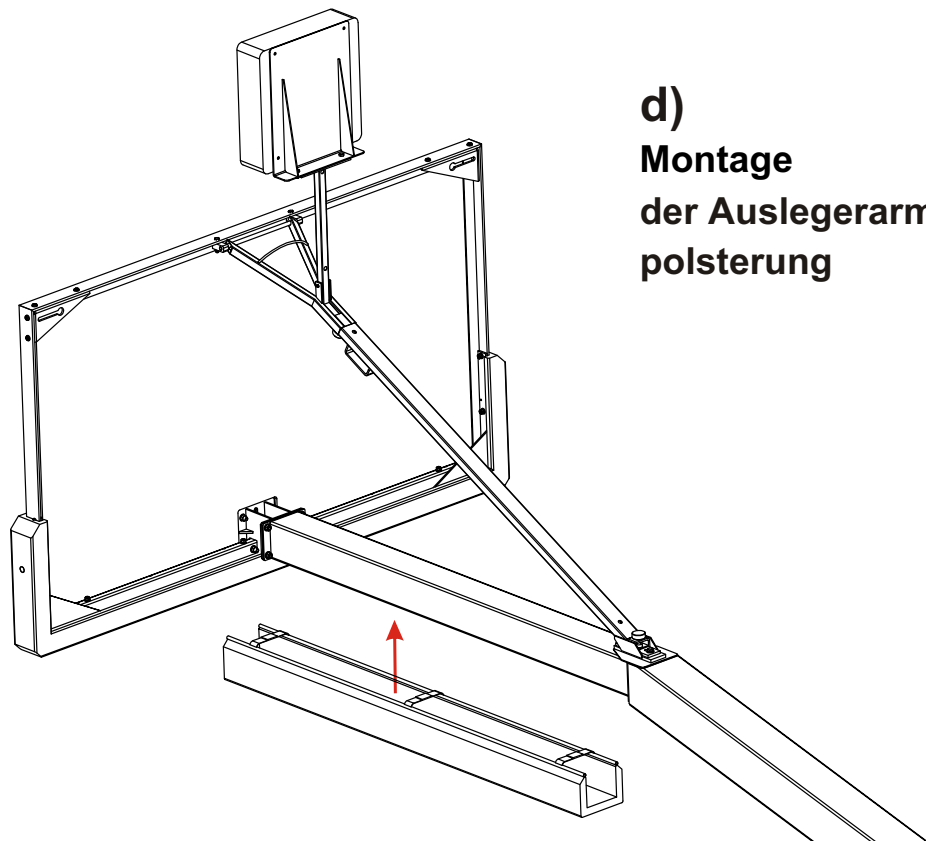
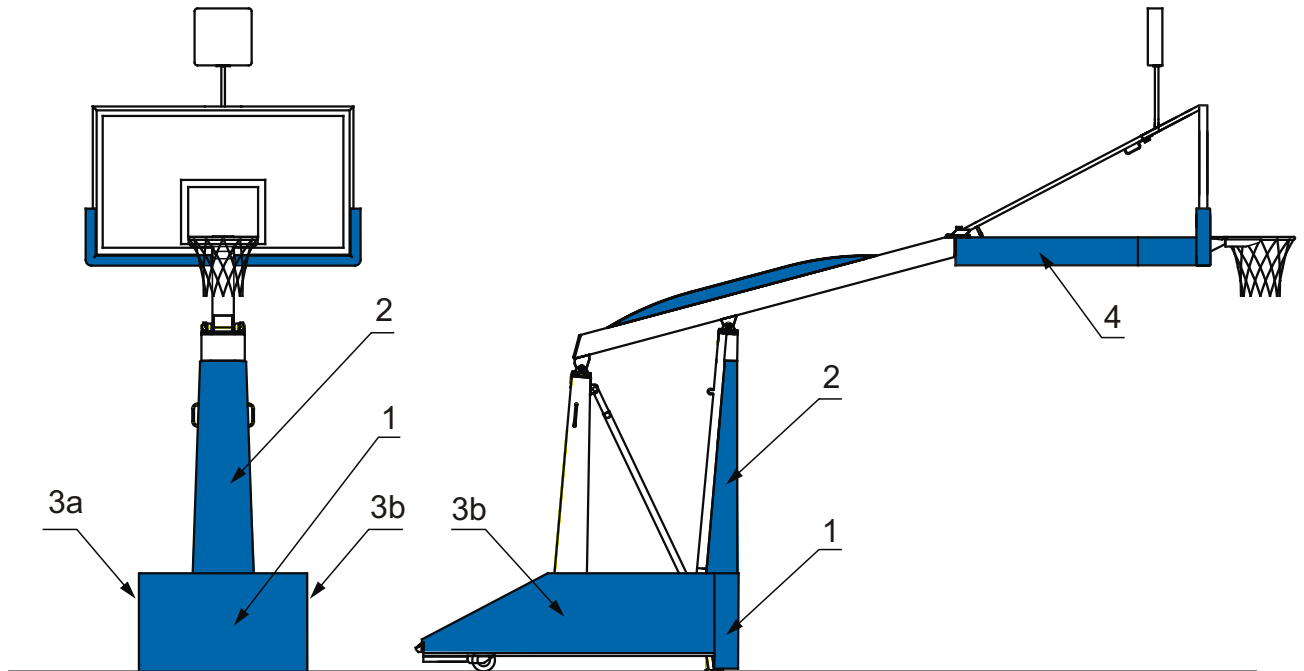

Abb. 4
Abb. 8
- 3.2. Stecken Sie die Bolzen (Abb. 5) in die Hülsen (Abb. 8), Abb. 4 zeigt die Bolzen in den Hülsen.
- 5.5. Klappen Sie die Anlage und das Zielbrett ein – die Räder fahren automatisch aus (Abb. 4).
- 5.6. Ziehen Sie gemäß Abb. 8 und Abb. 4 die seitlichen Einstellungsbolzen aus den seitlichen Zentrierhülsen.